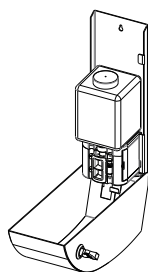

Abb. 2
1. Öffnen Sie das Gehäuse mit Hilfe des mitgelieferten Schlüssels (Abb. 2).